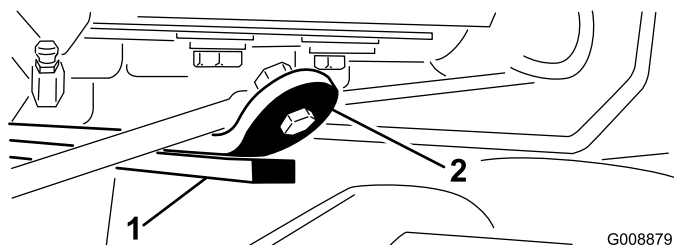

Рисунок 28
- 3. Запустите двигатель, поднимите стрелы и убедитесь в том, что зазор между изнашиваемой накладкой в верхней части изнашиваемой планки режущего блока и отбойной накладкой составляет от 0,51 до 2,54 мм (Рисунок 28).